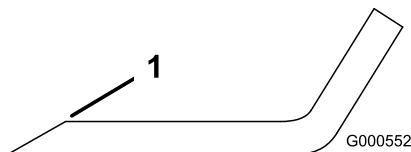

Figure 93
1. Au moyen d'une lime, aiguisiez les tranchants aux deux extrémités de la lame (Figure 93).
**Remarque:** Si la lame est déséquilibrée, limez un peu l'extrémité de l'ailette seulement (Figure 93).